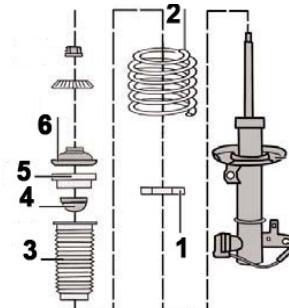

Fig. 7:
- **Fig. 7** Federbein in geeignete Haltevorrichtung klemmen und Federspanner ansetzen.
- **Fig. 7** Clamp the suspension strut in a suitable holding device and apply spring tensioner.
- **Fig. 7** Insérer la jambe de force dans un dispositif de support approprié et fixer le tendeur de ressort.
- **Fig. 7** Fijar el amortiguador con ayuda de un dispositivo apropiado y colocar el tensor de resorte.
- Fig. 7** Original Fahrwerksfeder mit den Anbauteilen (1 - 6) aufsetzen.
- Fig. 7** Position original suspension spring with add-on parts (1 - 6).
- Fig. 7** Mettre en place le ressort d'essieu d'origine avec les composants (1 - 6).
- Fig. 7** Colocar el muelle original del vehículo con las piezas adicionales (1 - 6).